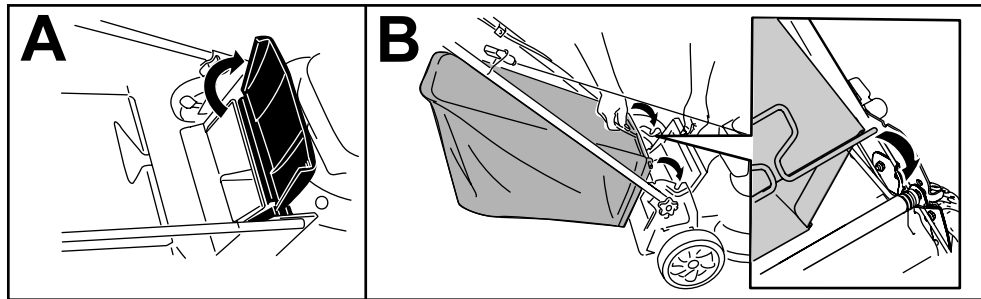

Figure 15
1. Soulevez le déflecteur arrière et maintenez-le dans cette position (A de Figure 15).
2. Montez le bac à herbe en veillant à insérer les ergots dans les crans du guidon (B de Figure 15).